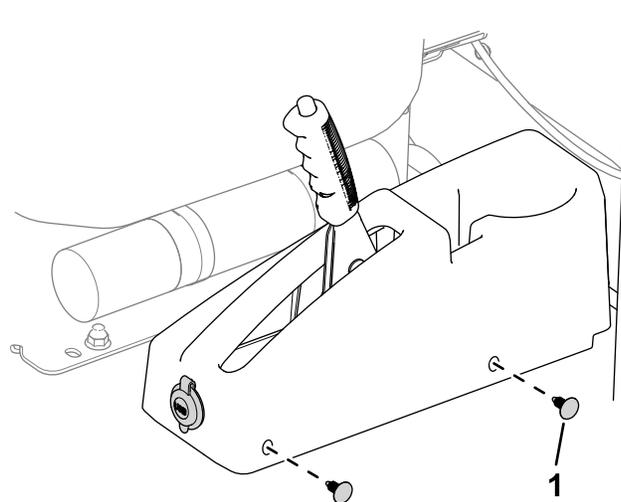

Figura 4
1. Tappo (4)
7. Utilizzate 4 tappi per fissare la protezione del freno di stazionamento alla macchina (Figura 4).